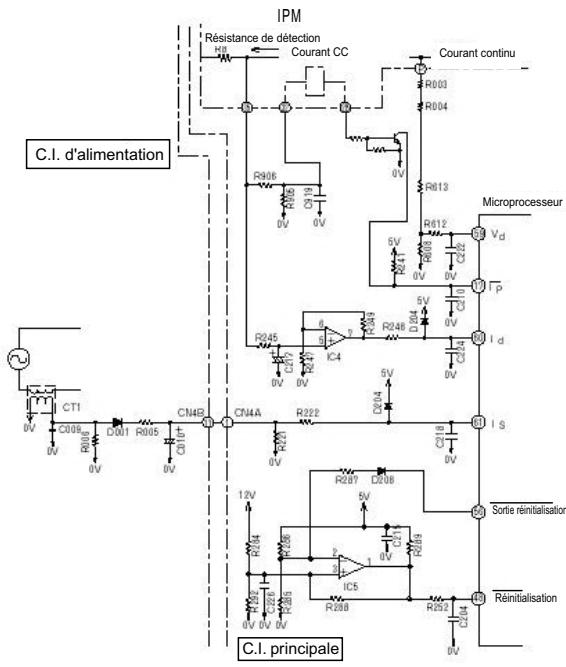

Fig. 6-2
Fig. 6-2. Le filtre, constitué du R245 et C217, élimine les fréquences harmoniques élevées de la tension générée par le courant provenant de la résistance de détection ; R245 et C217 égalisent la tension. Cette tension est ensuite émise en entrée vers la broche IC4 ⑤ et envoyée à la broche ⑩ du microprocesseur. Le microprocesseur compare cette entrée avec la valeur définie et, si l'entrée dépasse la valeur définie, il passe en état de contrôle de surcharge.